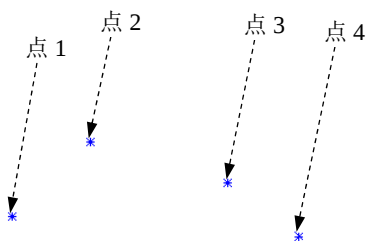

图 5.2.3 定义通过点
Step3. 定义通过点。依次选取图 5.2.3 所示的点 1、点 2、点 3 和点 4 为曲线通过点。